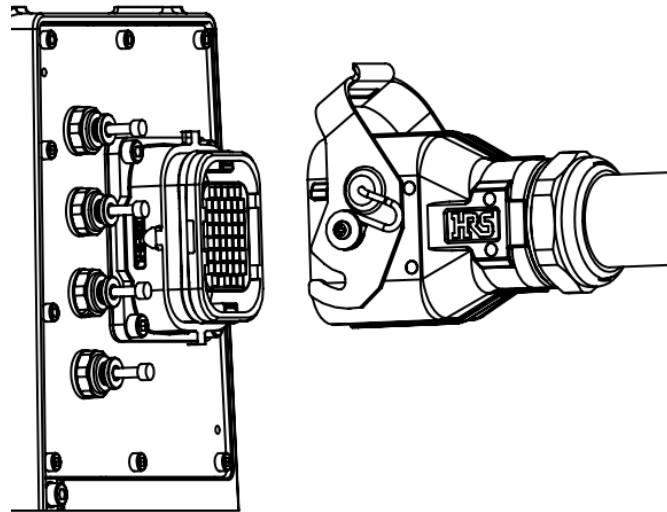

图 5-3 操作机重载线连接接口
- 步骤1. 连接操作机，将重载线一端插头插进操作机重载线连接口（见图 5-3），并扣紧锁扣。